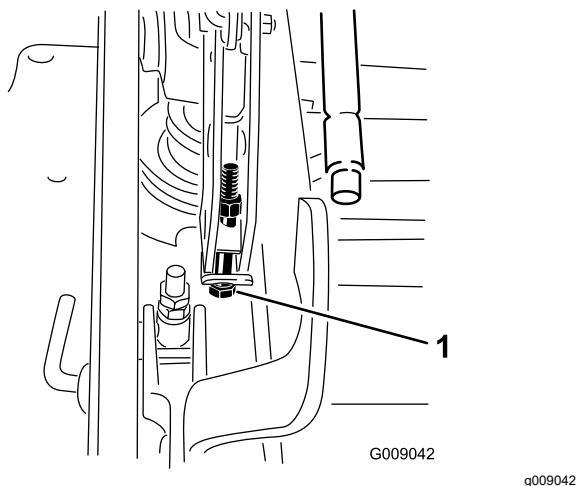

Рисунок 80
13. Если дека опущена слишком низко, затяните болт одноточечной регулировки, повернув его по часовой стрелке. Если дека поднята слишком высоко, ослабьте болт одноточечной регулировки, повернув его против часовой стрелки (Рисунок 80).